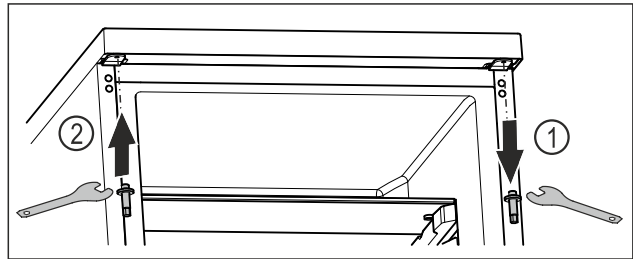

Fig. 23
- ▶ Lironi bulonat e sipërm me çelësin e jashtëm kriket. Fig. 23 (1)
- ▶ Shtërngoni fort bulonat e anës së kundërt me çelësin e jashtëm kriket. Fig. 23 (2)